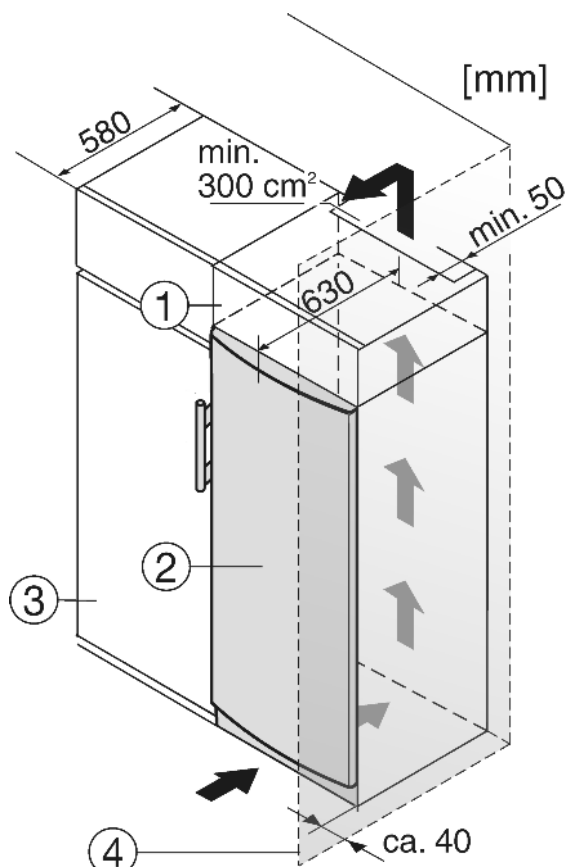

Fig. 8
- (1) Szafka nasadzana
- (2) Urządzenie
- (3) Szafka kuchenna
- (4) Ściana
Urządzenie może zostać obudowane szafkami kuchennymi. Aby dopasować urządzenie *Fig. 8 (2)* do wysokości ciągu szafek kuchennych, można nad urządzeniem umieścić odpowiednią szafkę nasadzaną *Fig. 8 (1)*.
W przypadku obudowania standardowymi szafkami kuchennymi (głębokość maks. 580 mm) urządzenie można ustawić bezpośrednio obok szafki kuchennej *Fig. 8 (3)*. Drzwi urządzenia wystają z boku o 34 mm i na środku urządzenia o 50 mm w stosunku do frontu szafek kuchennych. Dzięki temu można je bez problemu otwierać i zamykać.
Jeżeli urządzenie będzie ustawiane z zawiasami do ściany *Fig. 8 (4)*, to pomiędzy urządzeniem i ścianą należy zachować minimalny odstęp, wynoszący 30 mm. Na taką odległość wystaje klamka przy otwartych drzwiach.
Jeżeli urządzenie będzie ustawiane z zawiasami do ściany *Fig. 8 (4)*, to pomiędzy urządzeniem i ścianą należy zachować minimalny odstęp, wynoszący 40 mm. Na taką odległość wystaje klamka przy otwartych drzwiach.